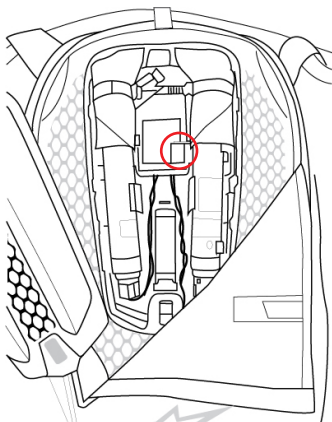

Abbildung 30: Position des Versandmodus-Schalters
Beim Versand des Systems MUSS der Benutzer das System in den VERSANDMODUS versetzen. Zu diesem Zweck muss der Benutzer auf die Elektronik des Systems zugreifen, indem er das Elektronikgehäuse (16) öffnet und den Schalter für den Versandmodus (14) betätigt, der sich wie in Abbildung 30 dargestellt befindet. Nachdem der Versandmodus durch Schieben des weißen Knopfes nach oben auf EIN gestellt wurde, kann der Benutzer das System versenden. Um zum normalen Betrieb des Systems zurückzukehren, muss der Benutzer den Versandmodus auf AUS stellen, indem er den weißen Knopf nach unten auf der Rückseite schiebt.